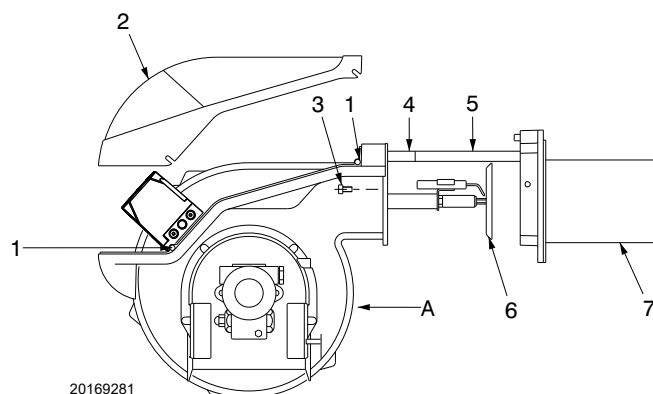

Fig. 40
- desplazar la parte A, manteniéndola ligeramente levantada para no dañar el disco 6) en el tubo llama 7)(Fig. 40).